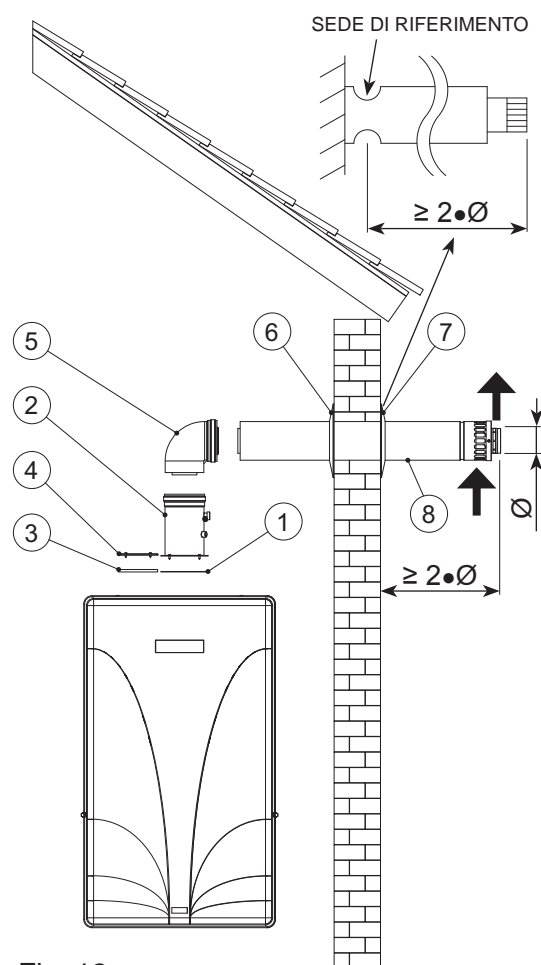

Fig. 12
- fissare il terminale di aspirazione nell'apposita sede interponendo la guarnizione di tenuta utilizzando le quattro viti date in dotazione (Fig. 12);
- installare la curva coassiale come da Fig. 12;
procedere con l'installazione del terminale coassiale a parete, utilizzando i sistemi di fissaggio idonei ed interponendo, se necessario, le prolunghe, come da Fig.12